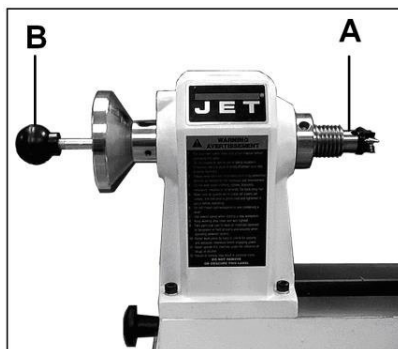

Рис. 9
**Четырехзубцовый поводковый патрон (А, Рис. 9)** закрепляется в конусе шпинделя и снимается со станка при помощи выколочки (В, Рис. 9).